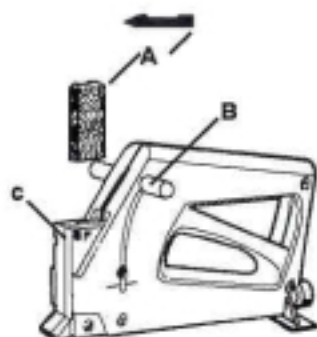

Ilustración 1
1. Para insertar una pila de puntas (A), tire las perillas seguidoras (B) hacia arriba y rótelas a la posición cerrada. Ilustración 1.